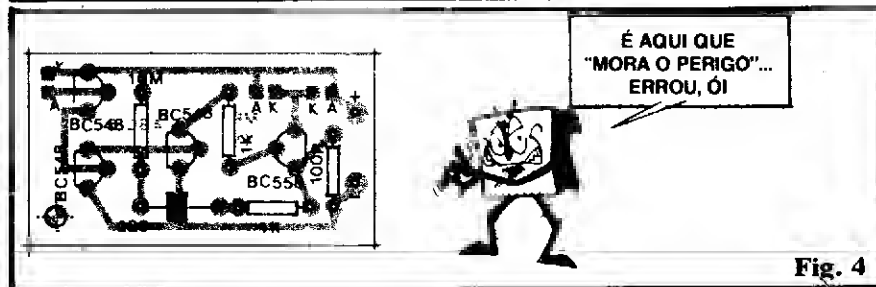

Fig. 4
- **FIG. 4** - Mostra o que chamamos em ABC de "chapeado" da montagem, ou seja: a placa de Circuito Impresso, vista pelo lado **não cobreado**, com uma claríssima estilização e identificação de todos os componentes, valores, códigos e polaridades (quem ainda tiver alguma dúvida, deve consultar a Seção TRUQUES & DICAS da "Aula" nº 4 do ABC...). Os pontos que merecem maior atenção:
- Algumas "ilhas" (furos) mostrados e identificados na fig. 4 não apresentam ligação (ainda...). Destinam-se às conexões externas à placa, detalhadas na próxima figura.